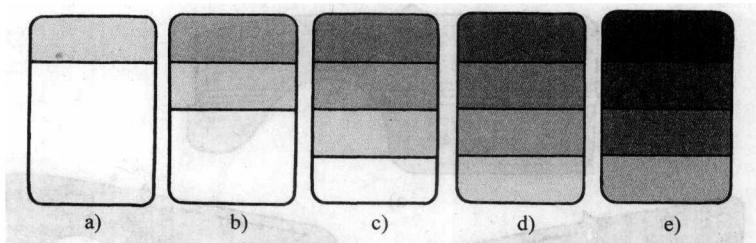

图 1—2 三层试验板制作过程示意图
2) 待试验板干燥之后，将板面分为四等分。把下面三等分遮盖起来，最上一等分板面喷涂一层云母中间层（见图 1—2a）。
待第一层云母干燥之后，将遮盖纸下移到中间，遮盖下半部分，在板面上二等分再喷涂一层云母中间层（见图 1—2b）；待第二次喷涂干燥之后，再将遮盖纸下移，盖住最下
面的一等分板面，对露出的三等分板面再喷涂一层云母中间层（见图 1—2c）；干燥后取下遮盖纸，对全板面喷涂一层云母中间层（见图 1—2d）。
3) 待全板干燥之后，沿长度方向遮盖试验板（见图 1—2e），对未遮盖部分按制造厂的规定涂敷光亮涂层，试验板即告制成。